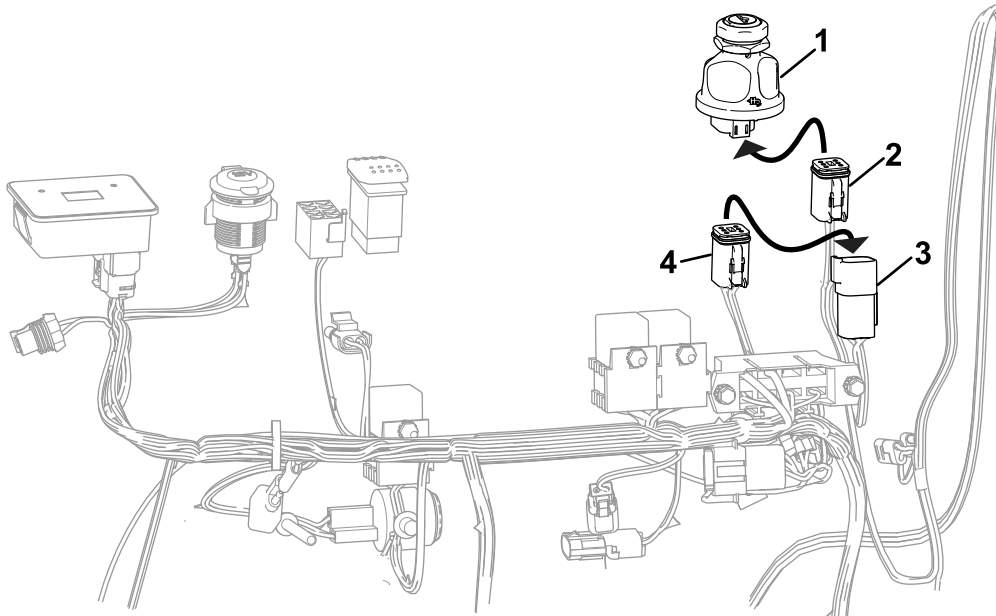

Bild 10
- B. Stecken Sie den Stecker des Kabelbaums der Zugmaschine in den Stecker des Kabelbaums des Anbaukits (**Bild 10**).
- C. Stecken Sie den anderen Stecker des Kabelbaums des Anbaukits in den Zündschalter (**Bild 10**).